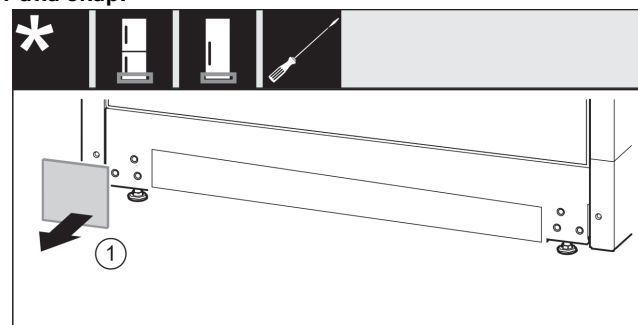

Fig. 13
- ▶ Ta av täckplattan. Fig. 13 (1)